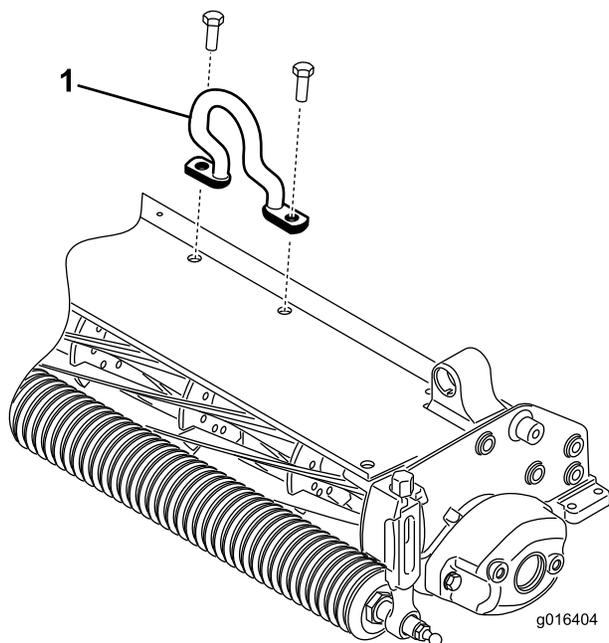

Figura 4
Montate il tirante sfalsato (Figura 4) sulla parte superiore dell'apparato di taglio con (2) viti a testa cilindrica. Serrate le viti a testa cilindrica a una coppia di 34-40 Nm.